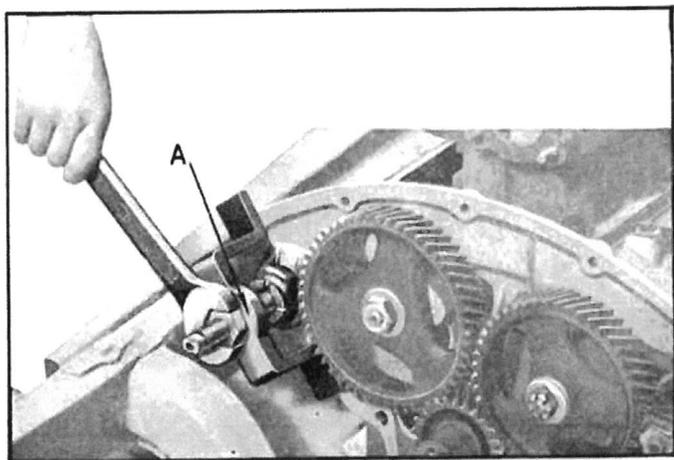

Fig. 65. — A - Arrache-bague d'arbre de commande de magnéto en place pour le démontage de la bague.
- Dans les types de moteur A et II, la bague de l'arbre de commande de magnéto est fixée par une vis pointeau. Dévisser cette vis et retirer la bague avec l'arrache-bague spécial (fig. 65).*